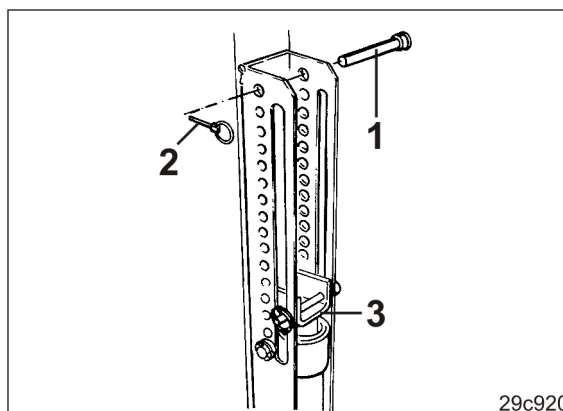

Fig. 177
3. Den Bolzen (Fig. 177/1) oberhalb des Anschlags (Fig. 177/3) in eine Bohrung der Lochgruppe einstecken und mit einem Klappstecker (Fig. 177/2) sichern.